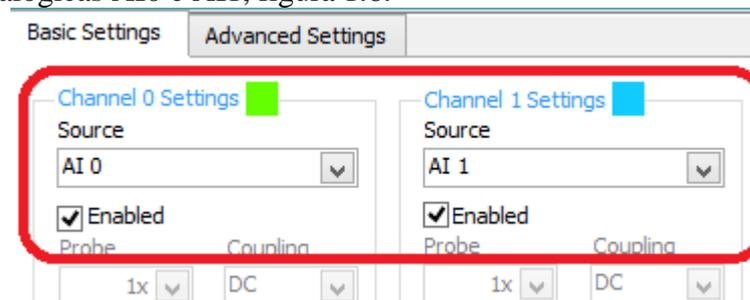

Figura 1.6. Configuración de entradas analógicas para el osciloscopio.
- Cambie la configuración para que el osciloscopio registre las señales a través de las entradas analógicas AIO e AI1, figura 1.6.